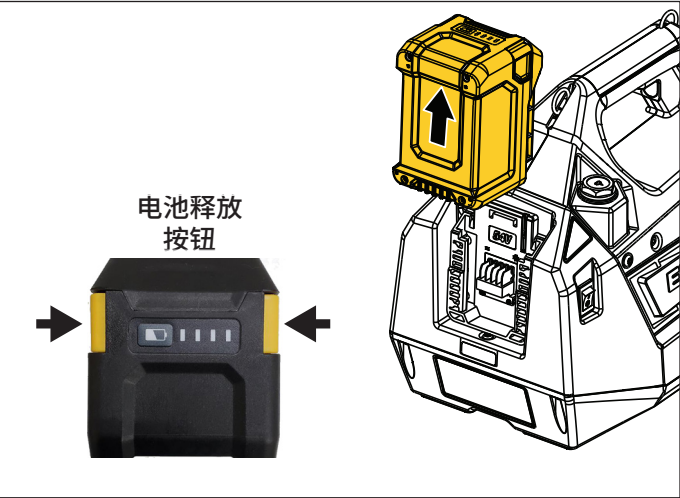

图 8: 电池 - 拆卸
- **拆卸电池时：**按住电池两侧的释放按钮不放。然后将电池向上提起，从液压泵中取出。请见 图 8。